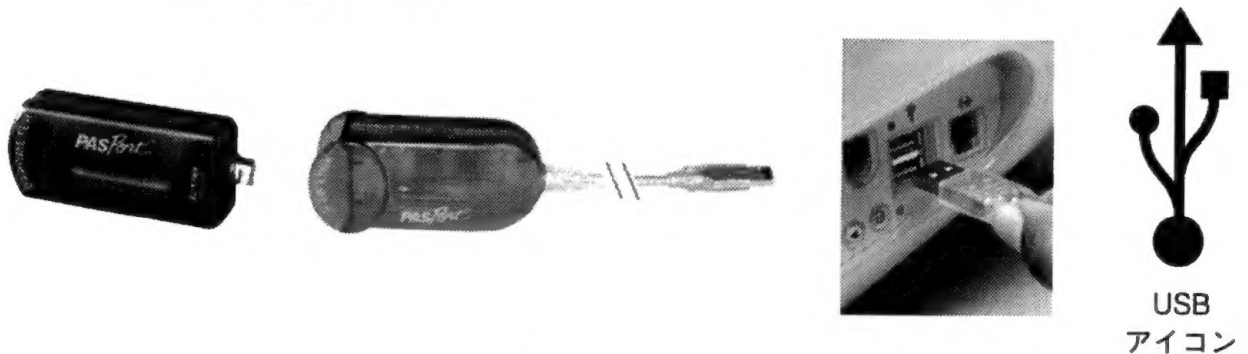

図2：セットアップ
3. USB リンクをコンピュータのUSB ポートまたはUSB ハブに接続します (図2に示すUSB アイコンを探してください)。